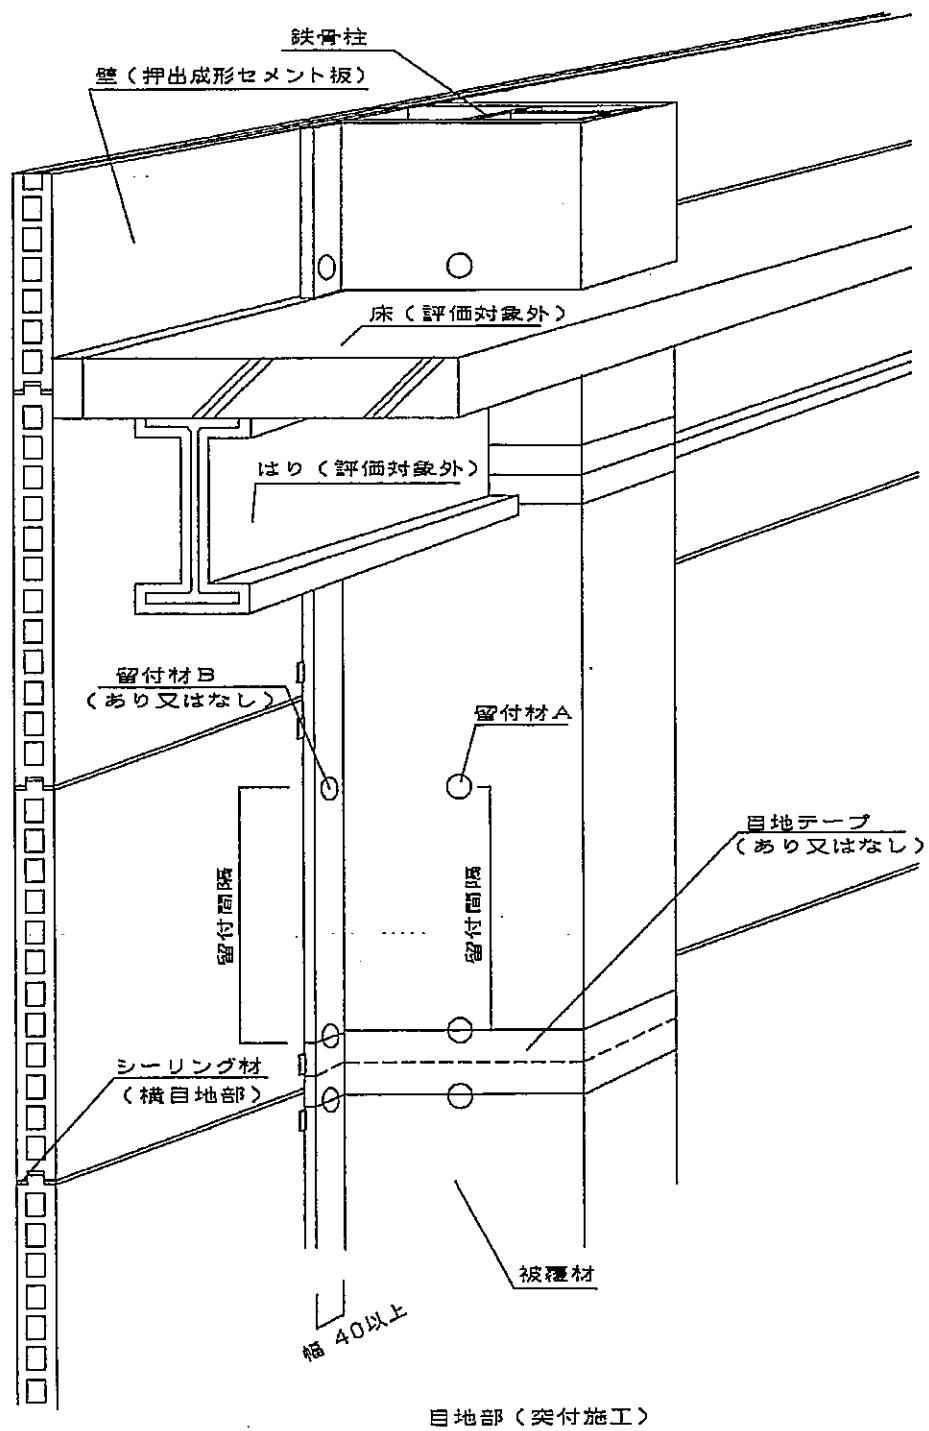

図1 構造説明図
被覆材	<p>基材 材料：無機繊維フェルト 組成： 二酸化けい素 35～45質量% 酸化カルシウム 15～32質量% 酸化アルミニウム 10～22質量% 酸化マグネシウム 5～12質量% 第二酸化鉄 4～12質量% その他 6質量%以下 密度：80±15kg/m³以上</p> <p>表面材 材料：①～⑦の一（質量及び厚さ：片面あたり） ①ポリプロピレン系不織布、質量：50g/m²以下 ②ポリエステル系不織布、質量：50g/m²以下 ③ポリプロピレン系フィルム、質量：50g/m²以下 ④ポリエステル系フィルム、質量：50g/m²以下 ⑤ガラスクロス (JIS R 3414)、質量：50～300g/m² ⑥ガラスペーパー、質量：50～300g/m² ⑦はり合せアルミニウムはく (JIS Z 1520)、厚さ：0.02mm以上</p> <p>接着剤 材料：①又は② ①合成ゴム系 ②ポリエチレン系 質量：20g/m²以下（片面あたり）</p> <p>端部の形状：①、②又は③ ①矩形（重代：あり又はなし） ②相じやくり ③斜形</p> <p>基材に表面材を張る方法：a)又はb) a)無機繊維フェルト（基材）の両面に表面材①～⑦の一を張る仕様 b)無機繊維フェルト（基材）の片面に表面材①～⑦の一を張る仕様</p> <p>被覆材の目地処理方法：a)又はb) a)被覆材相互を突付施工（図1参照） b)被覆材相互を重張施工（図2参照）</p>
申請仕様の構造説明図を図1～図3に示す。